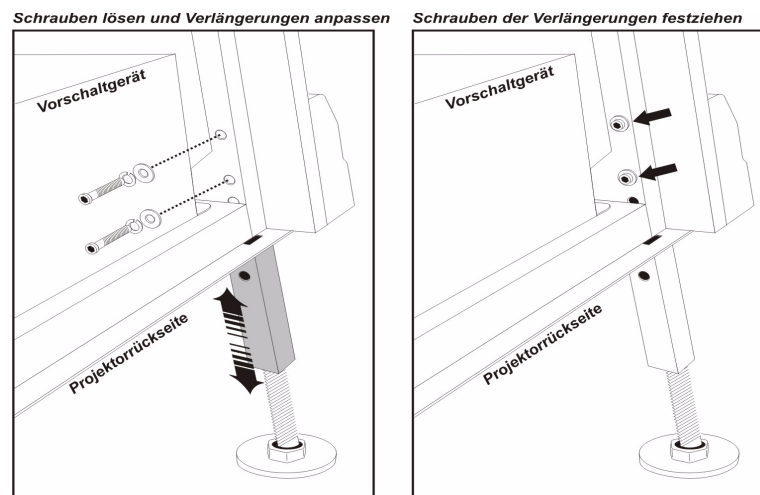

Abbildung 3-31 Anpassung der hinteren Verlängerungen
5. Lösen Sie an der Rücköffnung des Rahmengestells auf jeder Seite die zwei Schrauben, mit denen die hinteren Verlängerungen am Projektor befestigt sind (**Abbildung 3-31**).